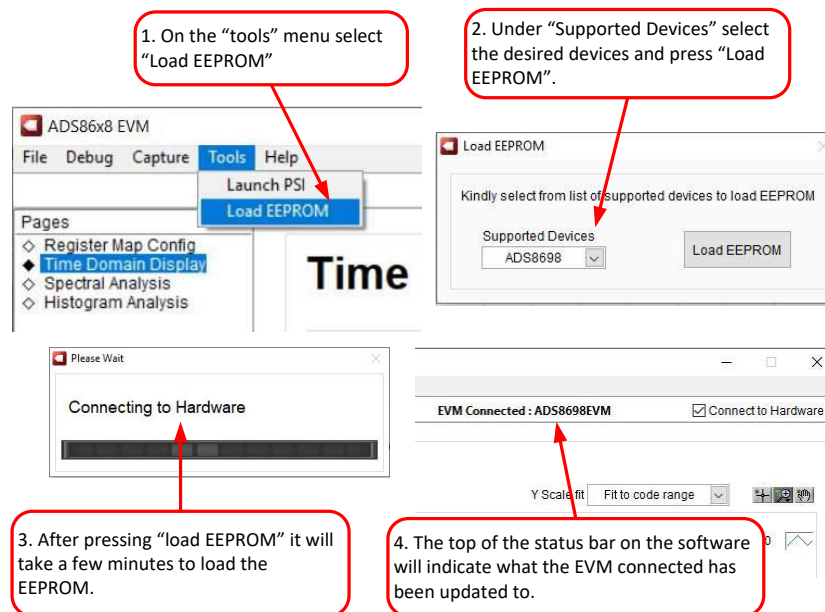

图 7-4. 为新器件配置 EEPROM 和软件
4. 根据当前安装的器件，使用 **Tools** (工具) 菜单加载 EEPROM。成功完成此过程后，您将根据硬件上安装的器件在软件更新顶部看到状态栏。相关详细信息，请参阅图 7-4。